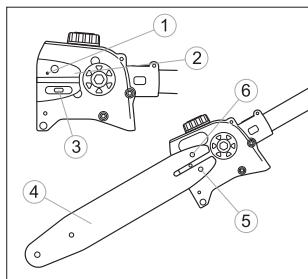

fig. 16
La roue dentée, le guide de scie, la chaîne et le vilebrequin seront usés plus vite si la chaîne s'affaisse trop ou si elle est très tendue. Regardez la figure 16, qui montre la tension correcte de la chaîne froide (A), de la chaîne chaude (B), ainsi que la chaîne, dont la tension est à régler (C).